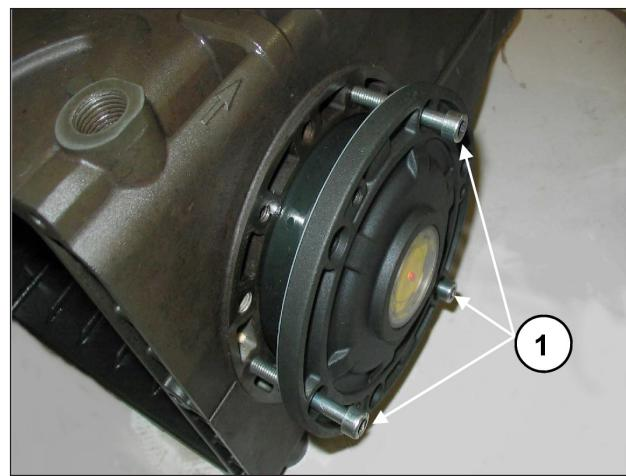
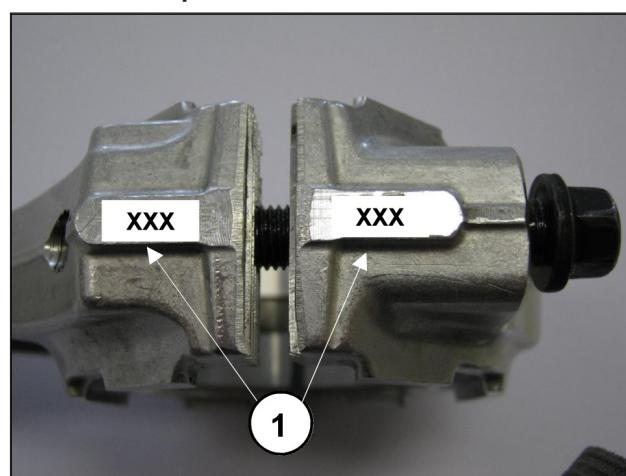

Fig. 8
Fig. 9
Para facilitar a entrada da primeira seção e da relativa inserção das coberturas no cárter, aconselha-se o uso de três parafusos M6 x 40, parcialmente rosqueados, (Fig. 8, pos. ①) para depois completar a operação com os parafusos fornecidos (M6x18).
- Emparelhe os chapéus da haste em suas relativas hastes, referindo-se à numeração (Fig. 9, pos. ①).
Para a aproximação de duas coberturas laterais no carter, pode-se usar três parafusos M6x40 para uma primeira fase de orientação, como indicado na Fig. 8 e os parafusos previstos para a fixação final.
Depois de desmontar as coberturas laterais, conforme indicado no parág. 2.1.1, retire o anel externo dos rolamentos das coberturas e do anel interno com a parte restante do rolamento, das duas extremidades do eixo através de uma "tomada de caça" normal ou ferramenta equivalente, conforme indicado na Fig. 8 e Fig. 9.